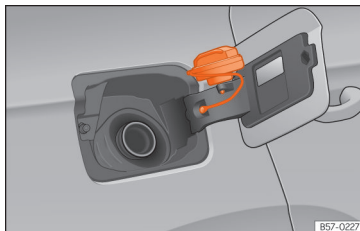

Abb. 218 Tankklappe mit aufgestecktem Tankverschluss.
- Platzieren Sie den Verschluss in der Aussparung, die sich im Scharnier der geöffneten Tankklappe befindet » **Abb. 218**.